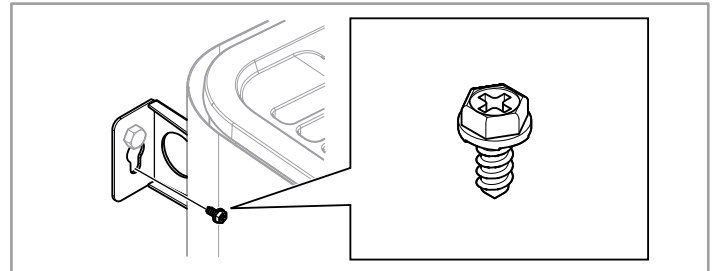

Рисунок 14: Зажимной винт кронштейна
- Закрепите устройство зажимным винтом, см. рис. 14.